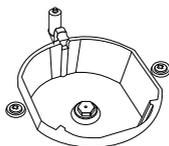
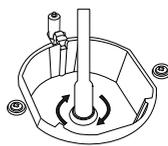

Figura 6
Figura 7
2. Elimine la boquilla (figura 6) del quemador con una herramienta especial e instale una nueva boquilla (figura 7)